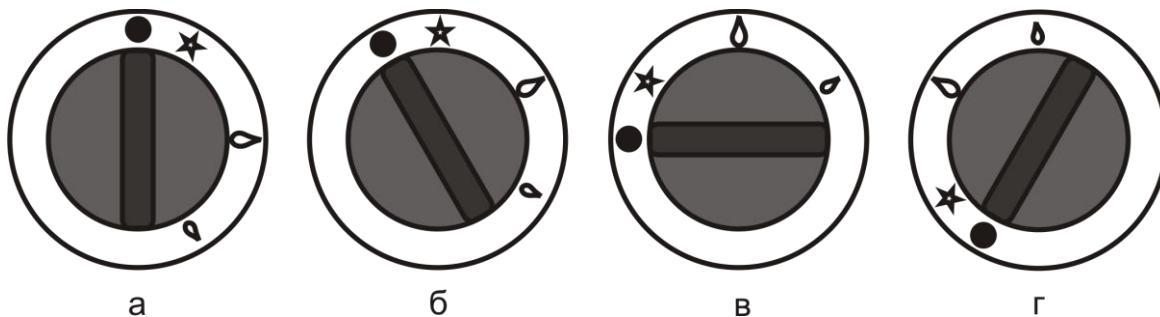

Рис. 2. Соответствие положения ручки крана режиму работы горелок
- Убедитесь в том, что ручки кранов находятся в положении, соответствующем закрытому состоянию (рис.2а). Если кран находится в открытом состоянии, переведите его в закрытое состояние, слегка нажав на ручку крана и повернув ее по ходу часовой стрелки до упора.
После окончания работы с устройством необходимо перевести ручки кранов в закрытое состояние (рис.2а) и закрыть кран газопровода.
Внимание! При первом включении устройства, а также после каждой замены баллона СУГ необходимо выпустить воздух из газового тракта. Для этого удерживайте ручку крана в нажатом состоянии в положении «розжиг запальной горелки» (рис. 2б) в течение 1-2 минут, либо до появления запаха газа, после чего можно приступить к розжигу горелок.
- В исходном состоянии ручка крана находится в положении, соответствующем закрытому состоянию крана (рис.2а).
- Нажав на ручку крана до упора и, удерживая её в нажатом состоянии, поверните её против хода часовой стрелки в положение «розжиг запальной горелки» (рис.2б). Через 3 - 5 секунд поднесите источник огня к запальной горелке через смотровое окно или нажмите кнопку пьезорозжига. Если горелка не зажглась, отпустите ручку крана и, при повторном нажатии на ручку, вновь поднесите источник огня к запальной горелке или нажмите кнопку пьезорозжига. После появления пламени в запальной горелке, удерживайте ручку крана в нажатом состоянии в течение 5-10 секунд, до срабатывания предохранительного клапана, кнопку пьезорозжига при этом можно отпустить. Затем отпустите ручку управления и убедитесь, что запальная горелка горит. Если запальная горелка погасла, следует повторить процедуру розжига.
- При повороте ручки крана, с легким нажимом на неё, против хода часовой стрелки – кран открывается и осуществляется розжиг основной горелки. Положение крана в режиме «максимальное пламя» и «малое пламя» представлено на рис. 2в и рис. 2г, соответственно.
- При повороте ручки по ходу часовой стрелки в положение «розжиг запальной горелки» (рис. 2б) – главная горелка гаснет, а запальная горелка остается зажженной (дежурный режим).
- Для выключения запальной горелки необходимо слегка нажать на ручку крана и повернуть ее по ходу часовой стрелки до упора в положение «кран закрыт» (рис.2а).
- Включите горелку и переведите ручку крана соответствующей горелки в режим «малого пламени» (рис.2в).